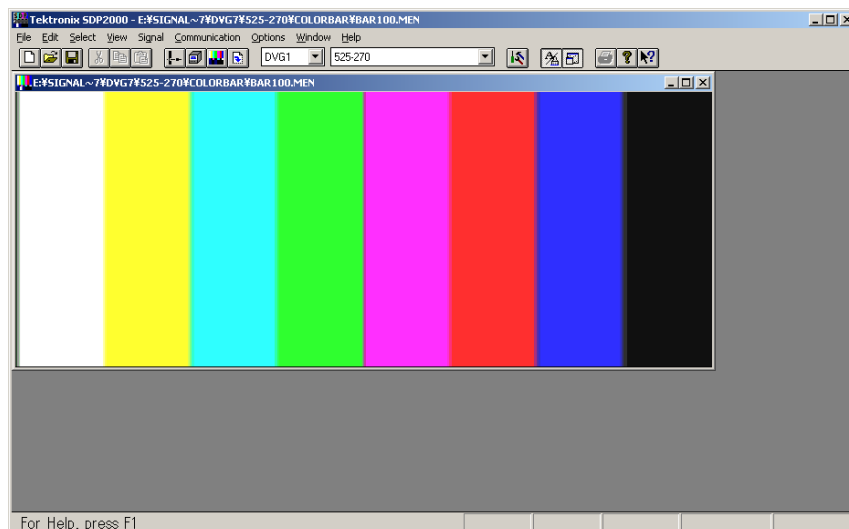

図 6 MEN ファイルのグラフィック・ビュー画面
STEP 6 MEN ファイルを開いている状態で画面上部のツール・バーの右から 5 番目のボタンを押すと、テスト信号グラフィック・ビュー画面が表示されます。表示されている MEN ファイルのウインドウ・サイズに合わせて表示させるには、右から 4 番目のサイズ調整ボタンを使用します（図 6 参照）。